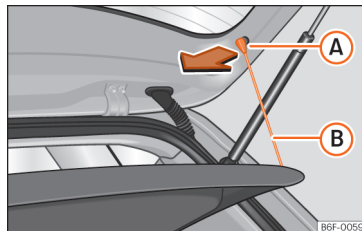

Fig. 143 Na bagageira: desmontar e montar a chapeleira.
- Desengate os tirantes de fixação »» Fig. 143 **B** dos alojamentos **A**.
- Engate os tirantes de fixação »» Fig. 143 **B** na porta da bagageira.